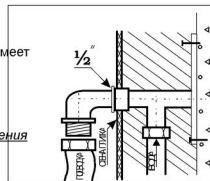

Рис.1.
- ✓ Устанавливается угольник с бортиками (если коллектор в техническом шкафу имеет собственные вентиля) Рис.1